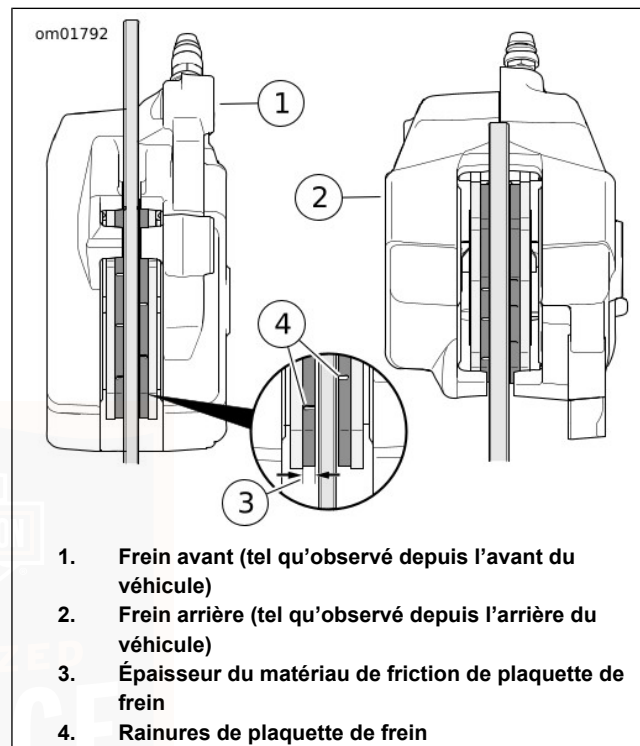

Figure 65. Matériau de friction de plaquette de frein
1. Voir Figure 65. Vérifier le disque de frein à mesure qu'il tourne. Le disque doit rester centré dans l'étrier de frein.